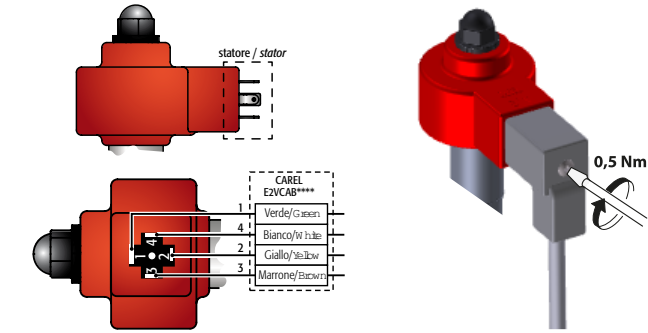

Fig. 3
- collegare il connettore già cablato al motore passo passo nel relativo alloggiamento e serrare le vite con una coppia di 0,5 Nm seguendo le indicazioni in Fig. 3. Collegare a questo punto l'estremità quadrupolare del cavo nei relativi morsetti del Driver CAREL EVD\*\*\* o relativo controllo omologato CAREL ed impostare i parametri secondo il set riportato nella tabella sottostante.
- connect the pre-wired connector to the socket on the stepper motor and tighten the screw tightening torque 0,5 Nm following the instructions in Fig. 3. Connect the four-pin end of the cable to the corresponding terminals on the CAREL EVD\*\*\* driver or approved CAREL controller and set the parameters as shown in the table below.
- Raccorder le connecteur déjà câblé au moteur pas à pas dans le logement correspondant et serrer la vis avec un couple de 0,5 Nm en suivant les indications de la Fig. 3. Connecter ensuite l'extrémité quadri-polaire du câble aux bornes correspondantes du Driver CAREL EVD\*\*\* ou du régulateur homologue CAREL et configurer les paramètres selon la valeur reprise au tableau ci-dessous.
- Den verdrahteten Steckverbinder in den Schrittmotor einfügen und die Schraube nach den Anleitungen der Fig. 3 mit rund 0,5 Nm Drehmoment festverschrauben. Das Vierleiterkabel an die entsprechenden Klemmen des CAREL-Treibers EVD\*\*\* oder an eine andere zugelassene CAREL-Steuerung anschließen und die Parameter gemäß Parameter-Set der nachstehenden Tabelle einstellen.